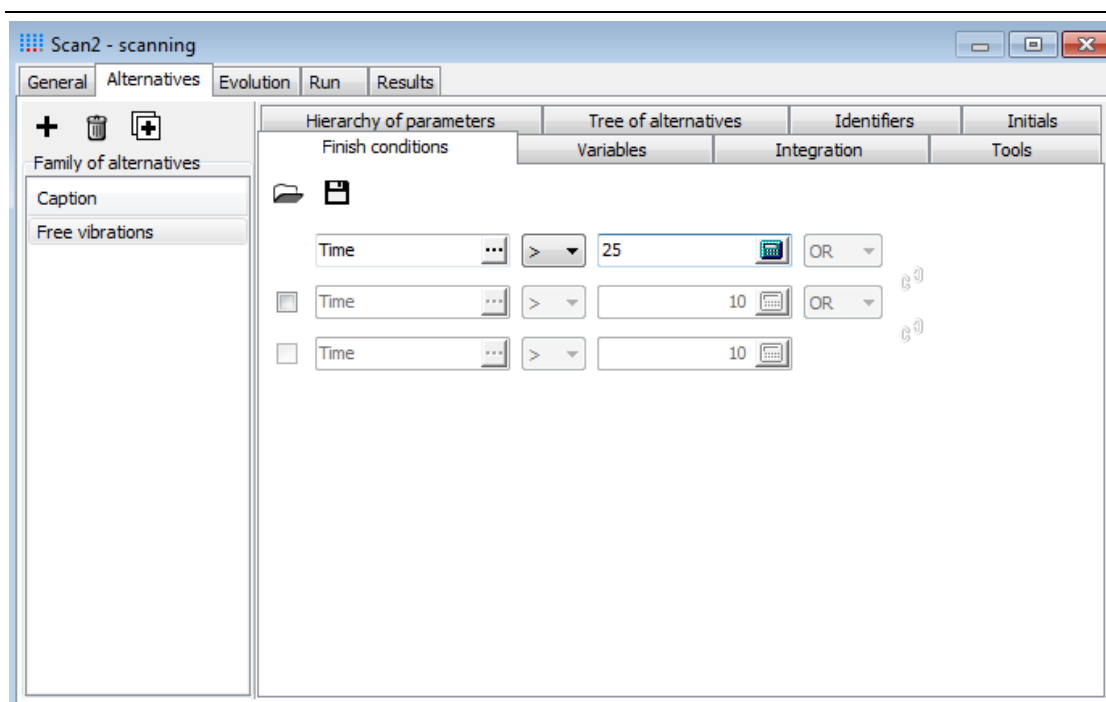

图 2.7 终止条件
我们需要为每个家庭组设置仿真终止条件，如图 2.7 所示。
1. 设置仿真时间为 **25** 秒，如图 2.7 所示。